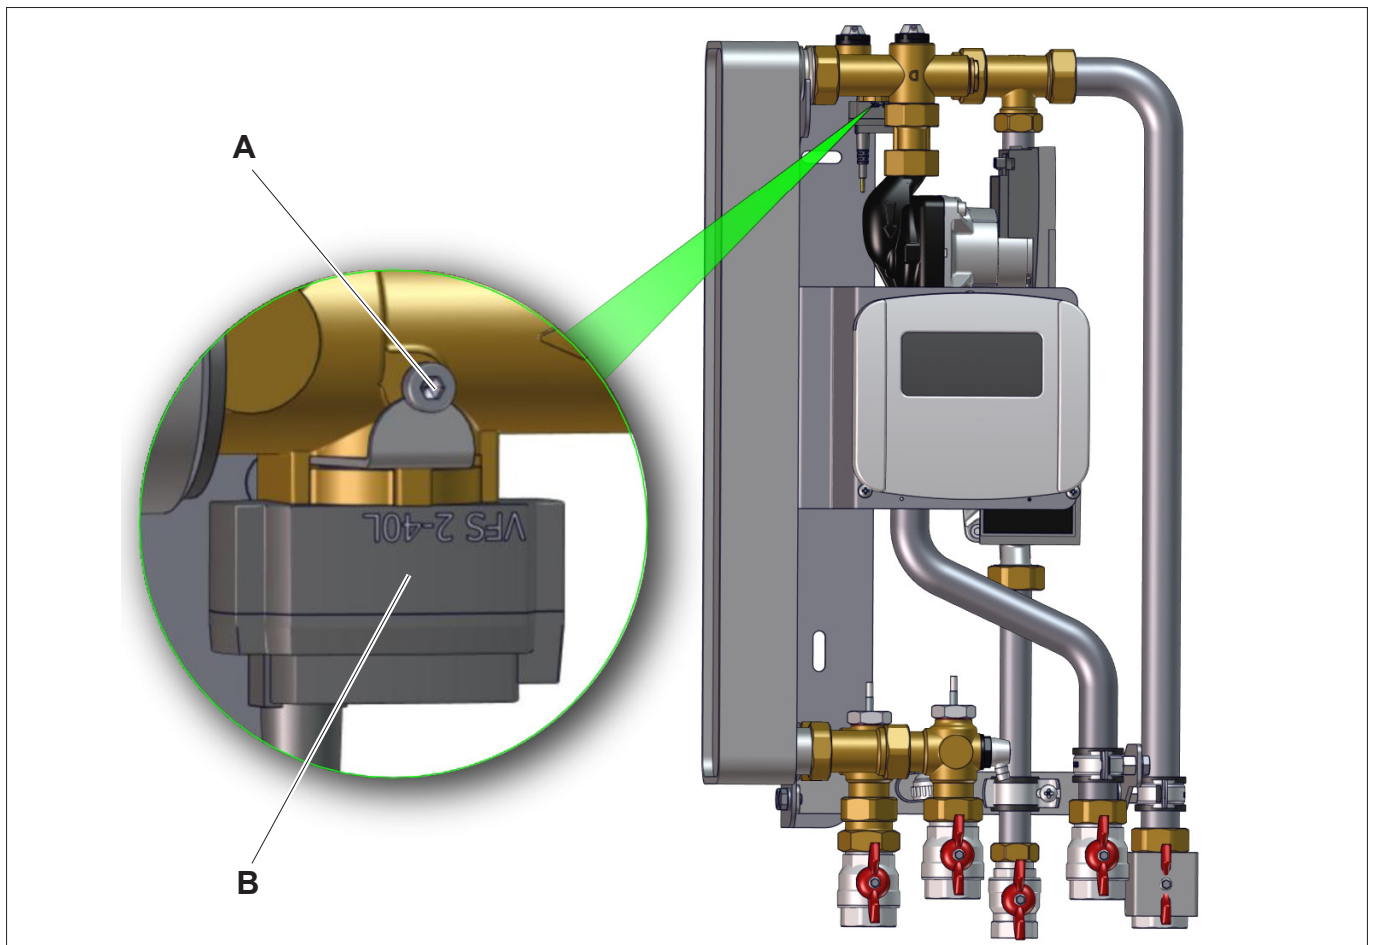

Abb. 16: Volumenstromsensor demontieren
- Montieren Sie die Kunststoffringe (Pos. C, Abb. 16 auf Seite 22) vom alten auf den neuen Plattenwärmetauscher.
- Montieren Sie das Anschlussstück (Pos. D, Abb. 16 auf Seite 22) vom alten auf den neuen Plattenwärmetauscher.
- Setzen Sie den Volumenstromsensor mit einer Dichtung, in der korrekten Einbaulage ein (siehe Abb. 18 auf Seite 24), montieren Sie den Sicherungsclip und ziehen Sie die Sicherungsschraube (siehe Pos. A, Abb. 16 auf Seite 23) fest.